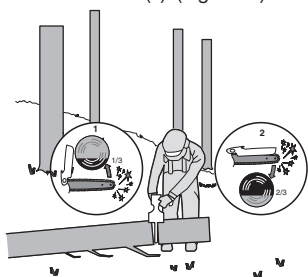

Figura. 3
Tronco apoyado en un extremo, Haga el primer corte del lado inferior del Tronco, atraviese 1/3 del diámetro del tronco (1). Este corte impedirá la producción de astillas en esta sección al completarse el corte (2). (Figura. 3)